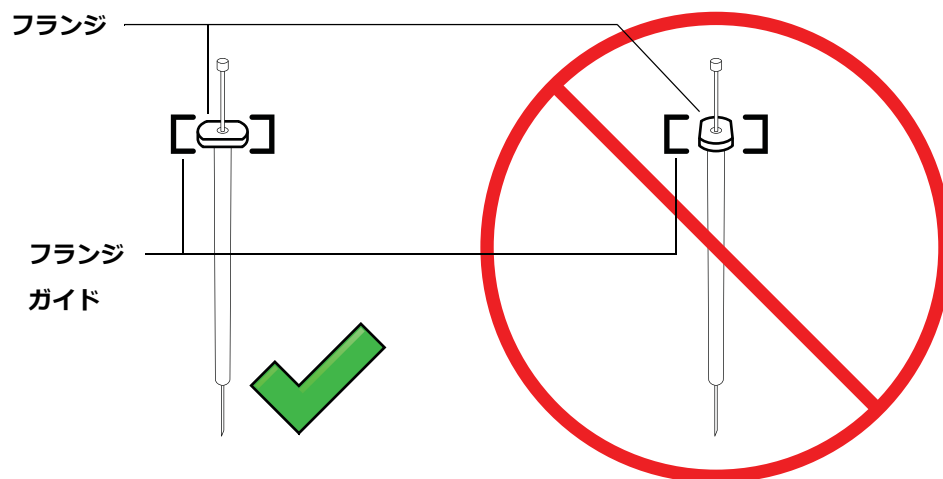

図 63 シリンジフランジの向き
- 7 シリンジフランジをフランジガイドに整列させ、シリンジを押してはめ込みます。ニードルの先端がニードルサポートフットのガイドホールに通ったままにしておきます。必ず、シリンジフランジの平らな端が外側に向くようにします (図 63)。